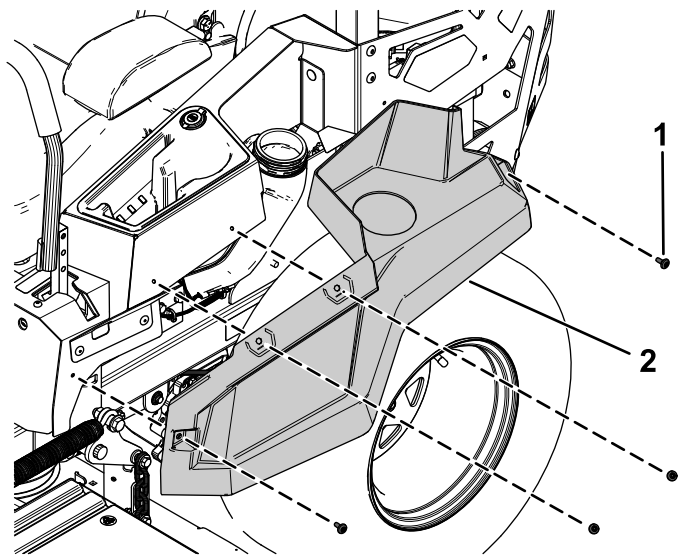

Figura 4
2. Remova os quatro parafusos com olhal do módulo do lado esquerdo e remova o módulo do lado esquerdo (Figura 4).